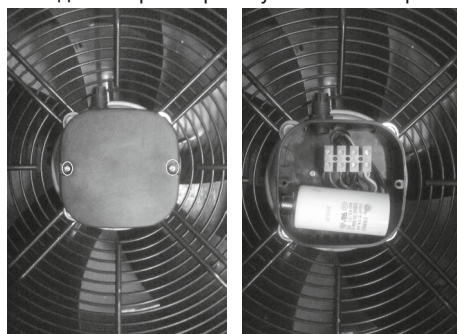

Рис. 16
7.17 Для подключения к сети необходимо снять крышку с клеммной коробки (рисунок 16), завести кабели через гермоввод и подключить к клеммной колодке согласно электрической схеме. Закрутить штуцер гермоввода и закрыть крышку клеммной коробки.